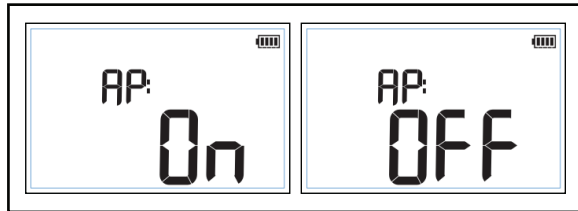

Figura 5. Configuração do Desligamento automático da energia
2. Pressione **ENTER** até que **AP**: seja exibido no visor. Veja a figura 5.